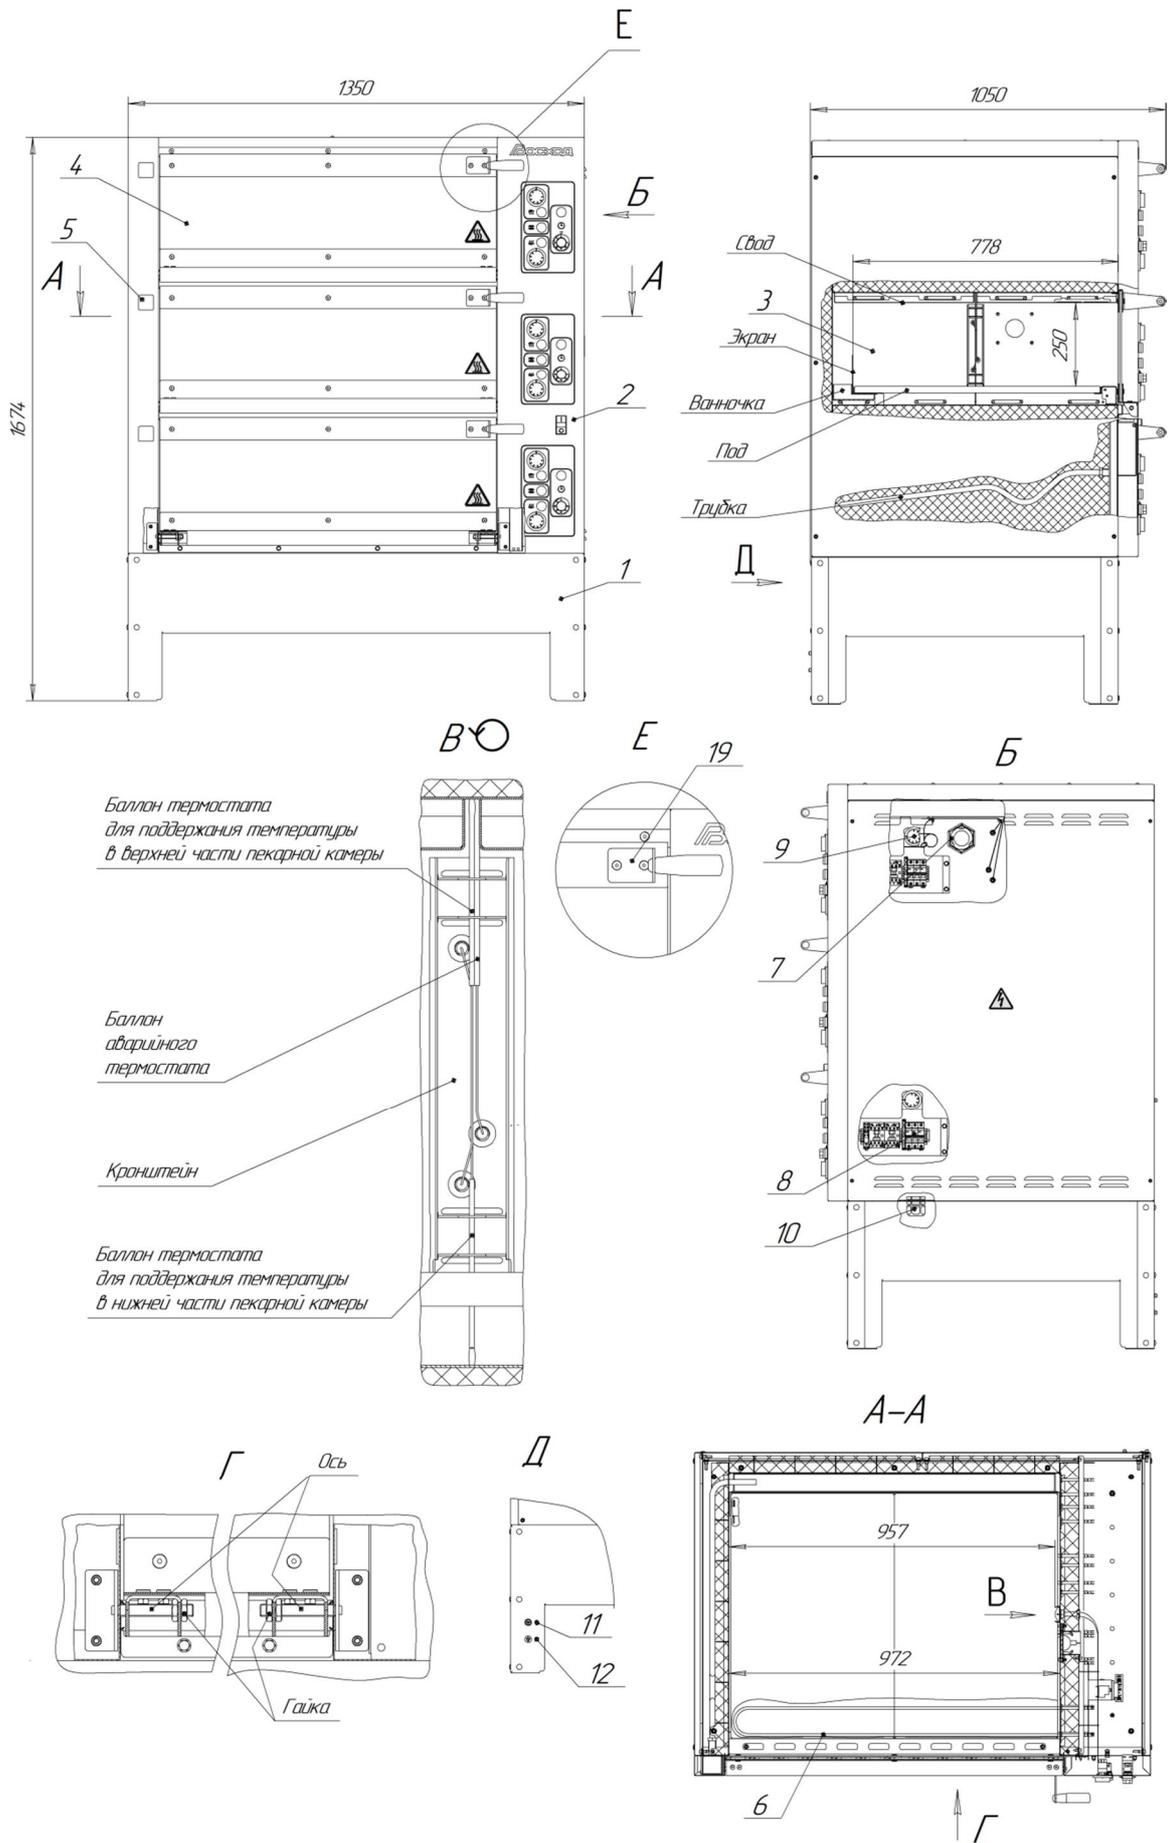

Рисунок 1 – Общий вид печи
6.4 Кронштейн поз.19 демонтировать с двери из транспортного положения, открутив два винта М6 (см. рисунок 1, вид Е), установить кронштейн поз.19 и закрепить винтами М6. На кронштейн поз.19 установить ручку и винт из монтажного комплекта.
6.5 Проверить положение дверок всех камер. Дверцы должны свободно поворачиваться в петлях при открытии и закрытии. Дверцы должны фиксироваться в открытом и закрытом положениях под собственным весом. Дверцы должны симметрично располагаться относительно панели управления поз.2 (справа) и панели слева. При необходимости, провести регулировку положения дверок в горизонтальном направлении, для этого необходимо (см. рисунок 1 вид Г):